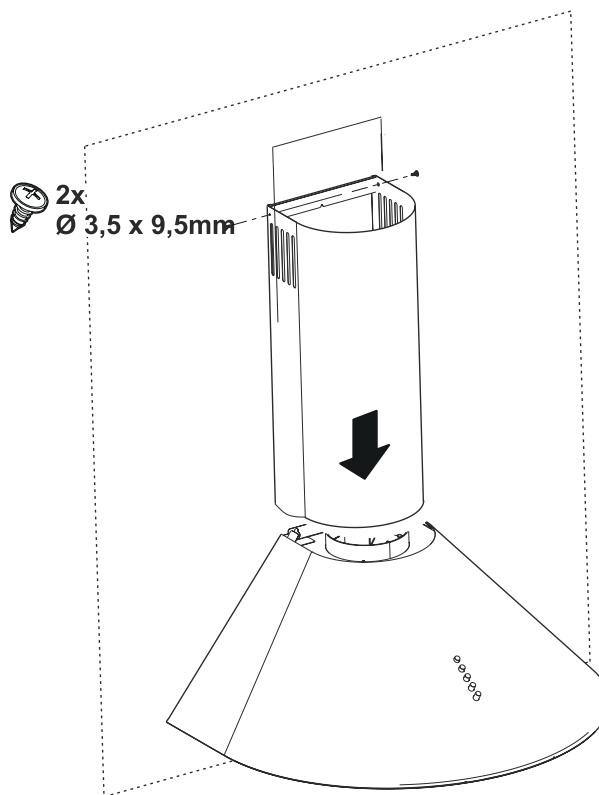

Рис. 13
- Потягніть верхній димохід вгору і пригвинтіть його до монтажної планки димоходу через ліву та праву сторони. (Рис. 13).